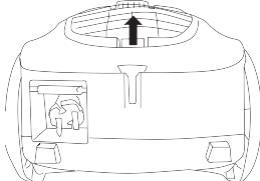

Abbildung 13 Entfernen des Ausblasfilters
- Öffnen Sie den Deckel des Ausblasfilters durch Ziehen am oberen Kellasche. Ziehen Sie den Ausblasfilter aus dem Gerät heraus, siehe Abbildung 13.